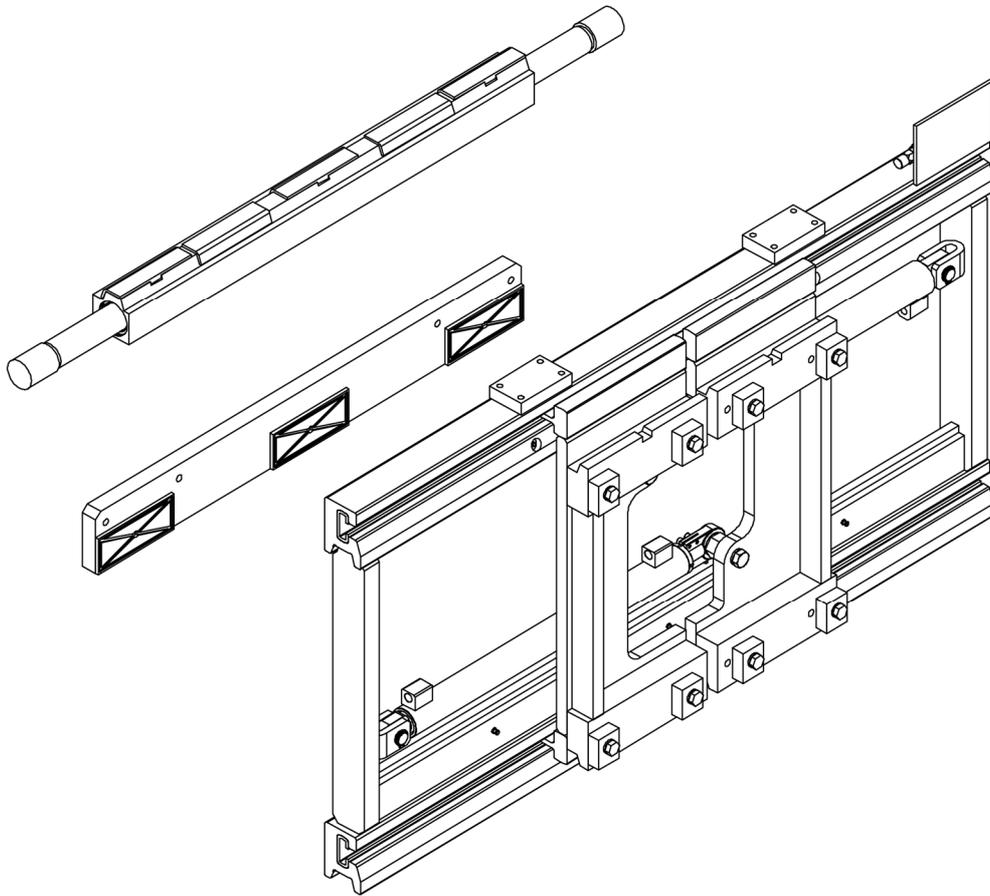

Abbildung 5
5. Entfernen Sie die Profile der Frontstruktur (siehe *Abbildung 5*).